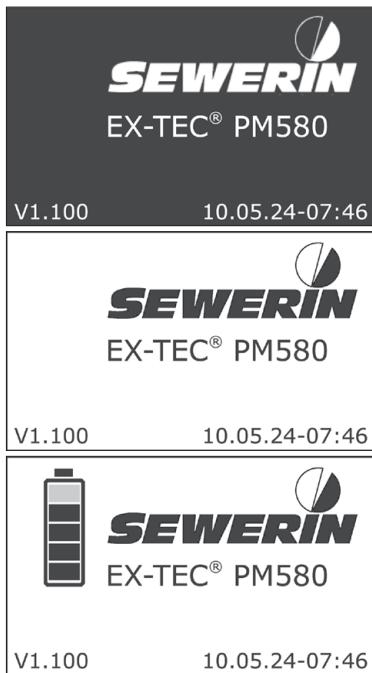

Fig. 9: Sequência de imagens iniciais durante o processo de ligação.
- a) Surge uma sequência de imagens iniciais (fig. 9). O sinal para a medição em pausa é emitido.
A definição realiza-se na sequência das imagens iniciais (fig. 9).
As definições são efetuadas antes de surgirem as imagens iniciais (fig. 9).